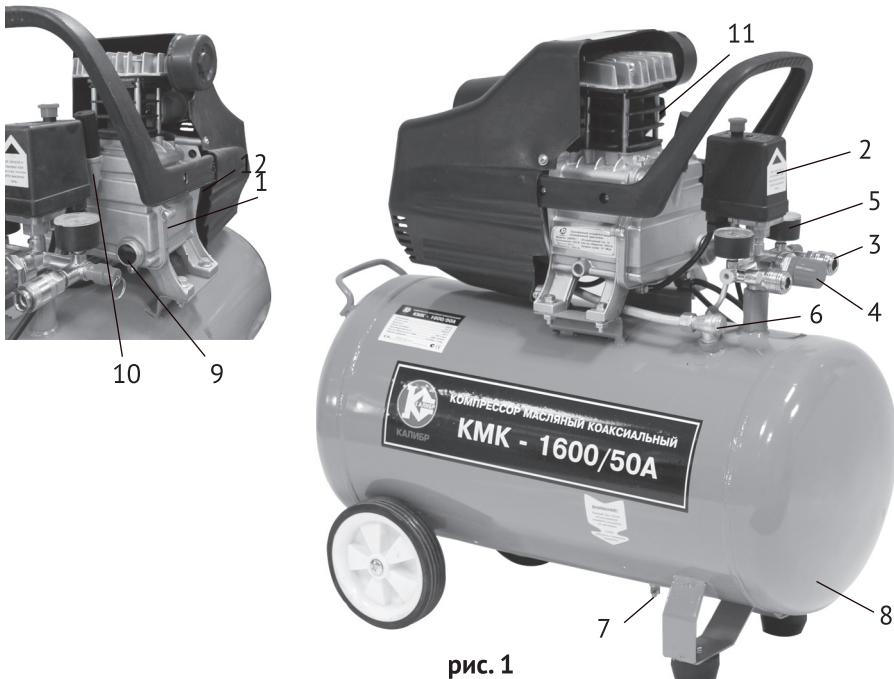
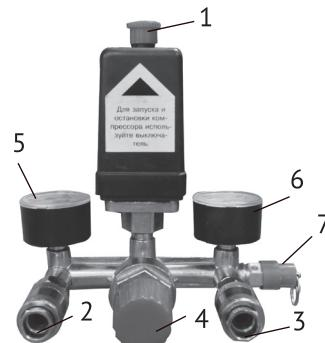

рис. 1
рис. 3
Общий вид компрессора схематично представлен на рис.1
При подключении компрессора к сети питания, убедитесь что, выключатель реле давления (рис.3 поз.1) находится в позиции «Выкл», положение «Отжато». Запустите компрессор, переведя выключатель в позицию «Вкл», положение «Нажато». Для обеспечения хорошей работы компрессора при первом запуске рекомендуется оставить компрессор работающим в течение 5 - 8 минут с полностью открытymi выходными кранами (рис.3 поз.2,3) и редуктором (рис.3 поз.4), после чего откройте вентиль слива конденсата (рис.1 поз.7), находящийся снизу ресивера и слейте конденсат. После первых 5-ти часов работы компрессора проверьте крепление винтов головки цилиндра и кожуха двигателя.
Давление в ресивере показывает манометр расположенный справа (рис.3 поз.6), в то время как манометр находящийся слева (рис.3 поз.5), показывает давление на выходе, которое Вы можете регулировать с помощью редуктора
(рис.3 поз.4). Выходной кран (рис.3 поз.3) выдаёт сжатый воздух с максимальным рабочим давлением, а выходной кран (рис.3 поз.2) выдаёт сжатый воздух с рабочим давлением, установленным с помощью редуктора (рис.3 поз.4).
7.3 По окончании работы полностью сбросьте давление, открыв выходной кран (рис.3 поз.3).